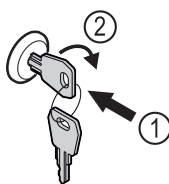

Fig. 243
- ▶ Вставьте ключ. Fig. 243 (1)
- ▶ Поверните ключ на 90° по часовой стрелке. Fig. 243 (2)